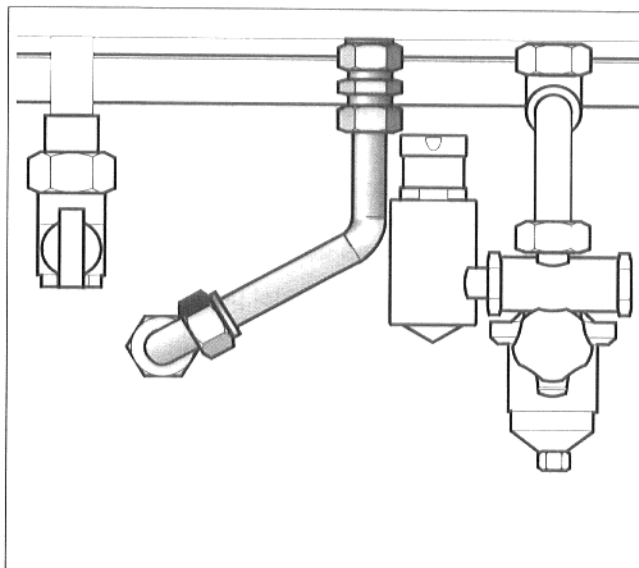

Fig. 8: tubo di collegamento acqua calda sanitaria
- Montare il tubo di collegamento acqua calda sanitaria tra l'accumulatore ed il collegamento murale. Tenere presente gli anelli di serraggio (Fig. 8).